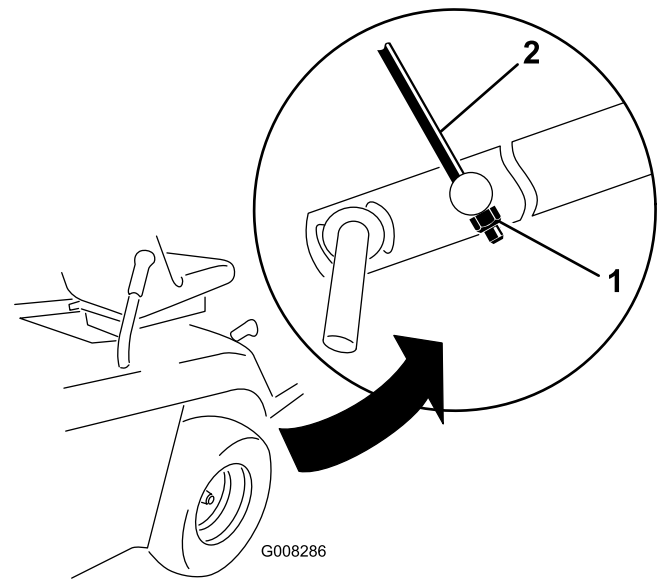

Figura 44
9. Regolate il dado di bloccaggio M8 in fondo all'asta di regolazione dell'altezza finché l'asta non è leggermente tesa (Figura 44).